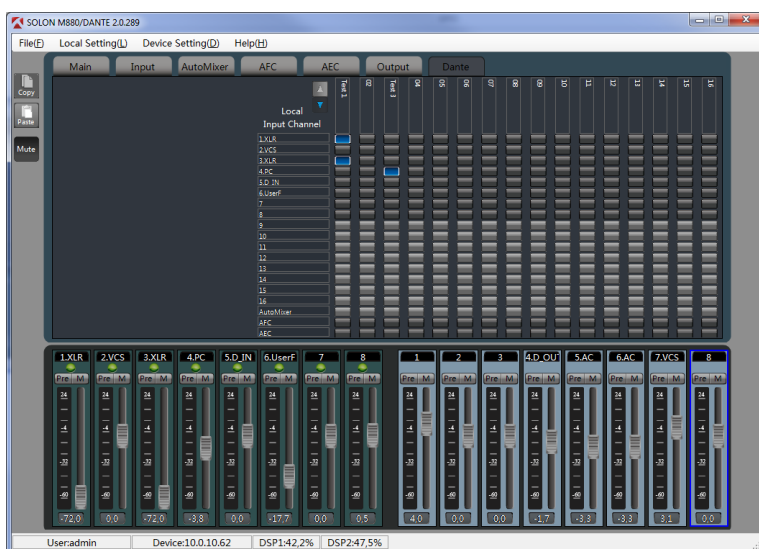

Рис. 5.9 Входы в качестве источников выходных каналов.
- сумма входов **1** и **3** (рисунок 5.9).
- входов (рисунок 5.9).